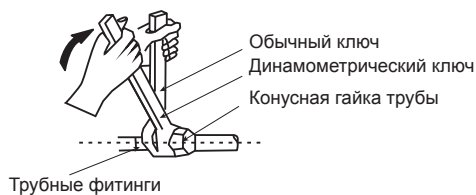

Рисунок 4.1.
- При монтаже или демонтаже трубопровода используйте два ключа — обычный ключ и динамометрический ключ (см. рис. 4.1).